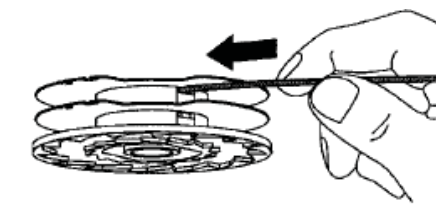

Fig. 16
- Insérez une ligne dans chacune des deux fentes de la bobine (Fig. 16).